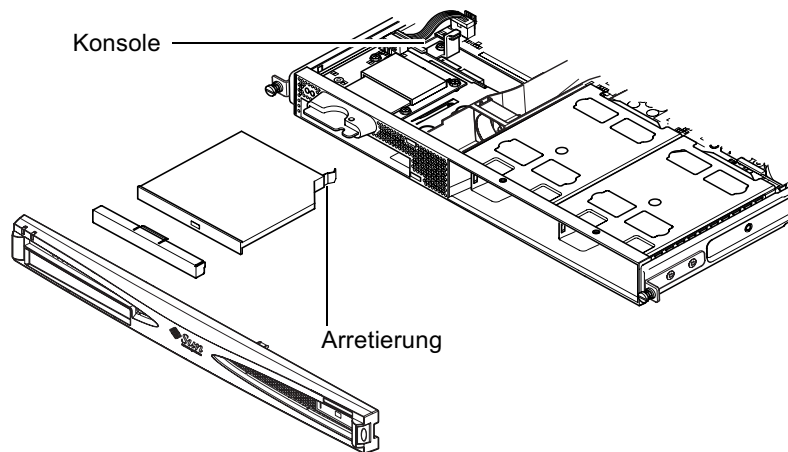

ABBILDUNG 4-5 Installieren eines internen DVD- oder CD-ROM-Laufwerks
5. Schieben Sie das DVD- bzw. CD-ROM-Laufwerk vorsichtig in das Chassis hinein (siehe ABBILDUNG 4-5).
Achten Sie dabei darauf, dass die Arretierung an der Rückseite des DVD- bzw. CD-ROM-Laufwerks am Chassis einrastet. Führen Sie das Laufwerk so ein, dass die Stecker passgenau in die Anschlüsse der Konsole (siehe ABBILDUNG 4-5) hinten am Laufwerkschacht im Chassis einrasten. Falls erforderlich, halten Sie die Konsole am schwarzen IDE-Stecker fest, um das DVD- bzw. CD-ROM-Laufwerk exakt einzuführen.